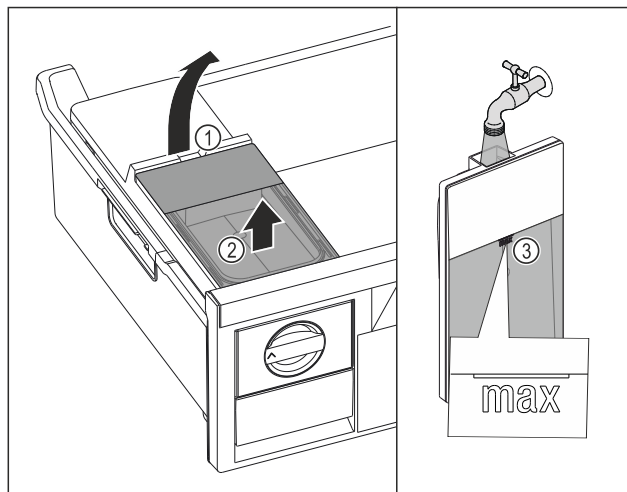

Fig. 69
- ▶ Zbiornik wody unieść za wycięcia Fig. 69 (1).
- ▶ Wyjąć zbiornik wody do góry. Fig. 69 (2)
- ▶ Zbiornik wody napełnić wodą pitną aż do oznaczenia Fig. 69 (3).